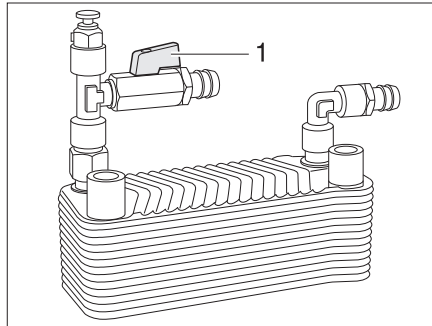

Fig. 296 Echangeur de chaleur Alde
*Mise en service :* ■ Placer la poignée (Fig. 296,1) du robinet d'arrêt parallèlement à la conduite.
*Mise hors service :* ■ Placer la poignée (Fig. 296,1) du robinet d'arrêt transversalement à la conduite.